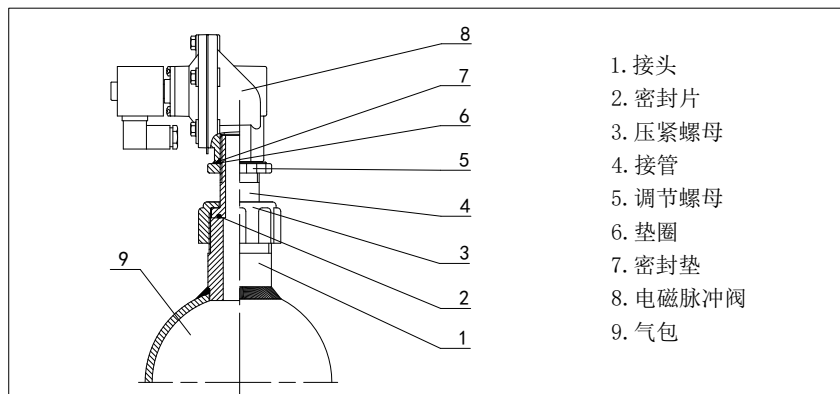

图29 FAP-C-1型安装图
4. 安装 FAP-C-1 型分气箱（气包）穿壁器时，应将接头垂直焊接在分气箱（气包）安装孔上。接管一端与 Z 型电磁脉冲阀螺纹连接。接管上的螺纹可调整电磁脉冲阀的安装位置，接头和接管之间填好平面密封片。拧紧压紧螺母之其定位和密封。调节螺母和垫圈和密封垫是保证 Z 型输入端的密封。见图 29 所示。